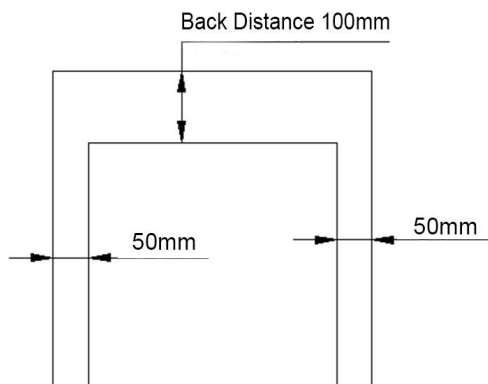

Figure 1
4. W przypadku ustawiania szafek na wino, które nie są wbudowane, należy zapewnić co najmniej 50 mm odstępu po każdej stronie i 100 mm odstępu z tyłu, ponieważ jest to główny wylot gorącego powietrza i ma wystarczający system wentylacji. iak pokazano na Rysunek 1 .